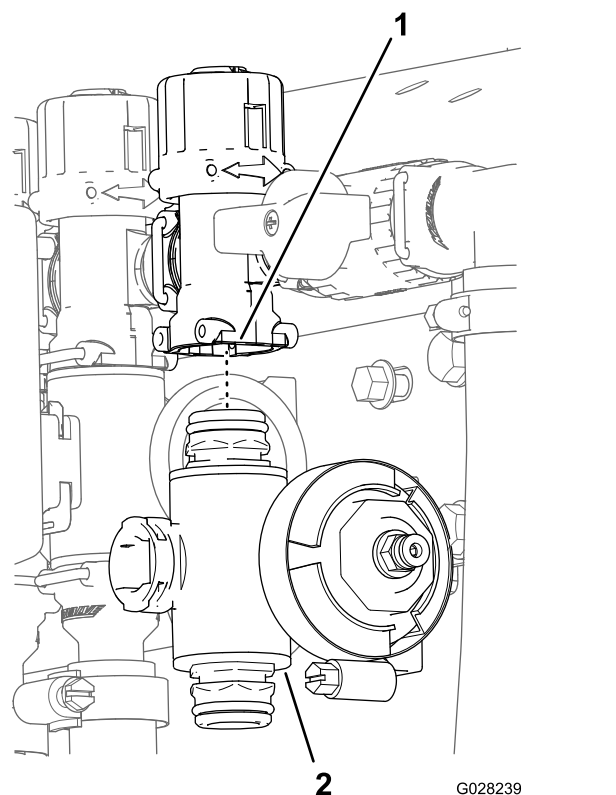

Figura 138
3. Rimuovete il collettore della valvola di sezione dalla macchina (Figura 138).